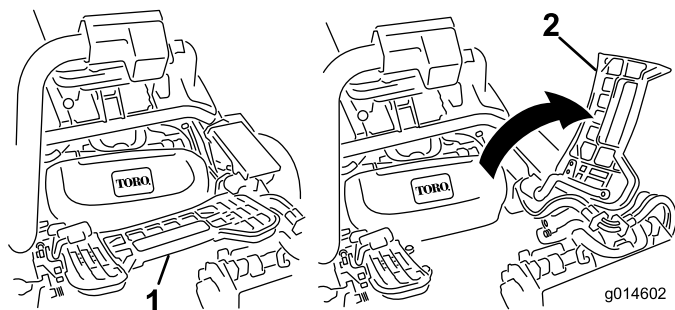

Bild 34
2. Heben Sie die Fußplattform an und schwenken Sie sie in die geöffnete Stellung, um die Stellung des mittleren Mähwerks zugänglich zu machen (Bild 34).